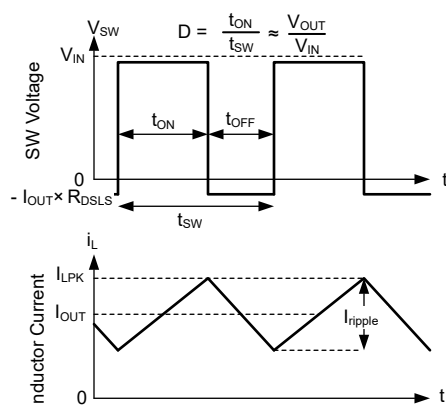

图 7-10. 连续导通模式 (CCM) 下的 SW 电压和电感器电流波形
有关 LM656x5 的以下运行说明，请参阅节 7.2 和图 7-10 中的波形。两者都以变化的占空比 (D) 打开内部高侧 (HS) 和低侧 (LS) NMOS 开关，从而提供稳定的输出电压。在 HS 开关导通期间，SW 端子电压 V_{SW} 摆动至大约 V_{IN} ，电感器电流 i_L 以线性斜率增加。HS 开关由控制逻辑关闭。在 HS 开关关闭时间 t_{OFF} ，LS 开关打开。电感器电流通过 LS 开关放电，这会强制 V_{SW} 通过 LS 开关两端的压降摆动到地电位以下。稳压器环路调节占空比以保持恒定的输出电压。D 由 HS 开关在开关周期内的导通时间定义： $D = T_{ON}/(T_{ON} + T_{OFF})$ 。